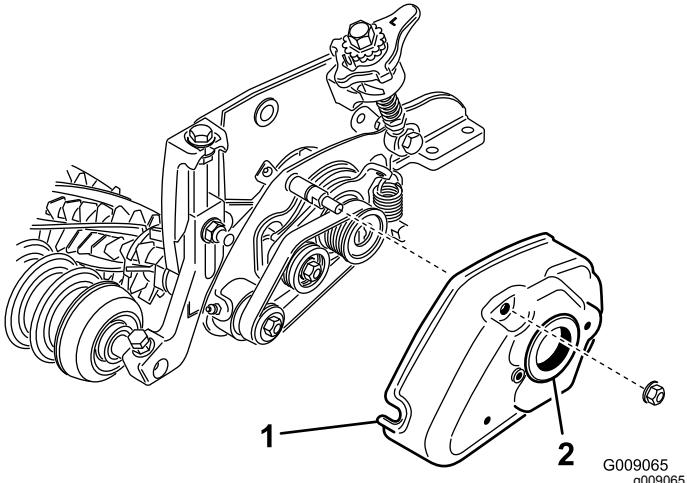

Figura 22
7. Montate il carter del groomer e fissatelo con 2 dadi flangiati (5/16") (Figura 22).
8. Spalmate del grasso all'interno del gommino nel carter del groomer (Figura 22).